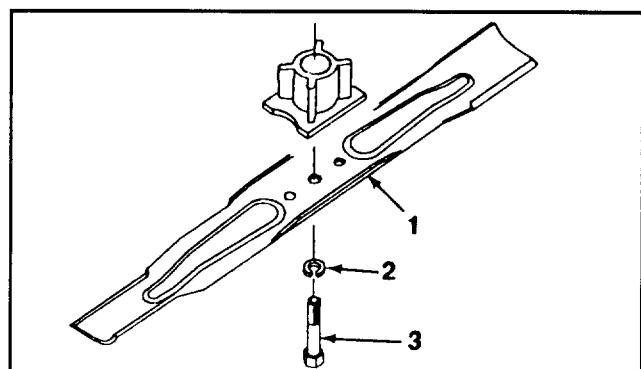

Abbildung 22
5. ENTFERNEN DES MESSERS – Endstück des Mähmessers mit einem Lappen bzw. einem dicken Handschuh anpacken. Messerbolzen, Sicherungsscheibe und Messer entfernen (Abb. 22).